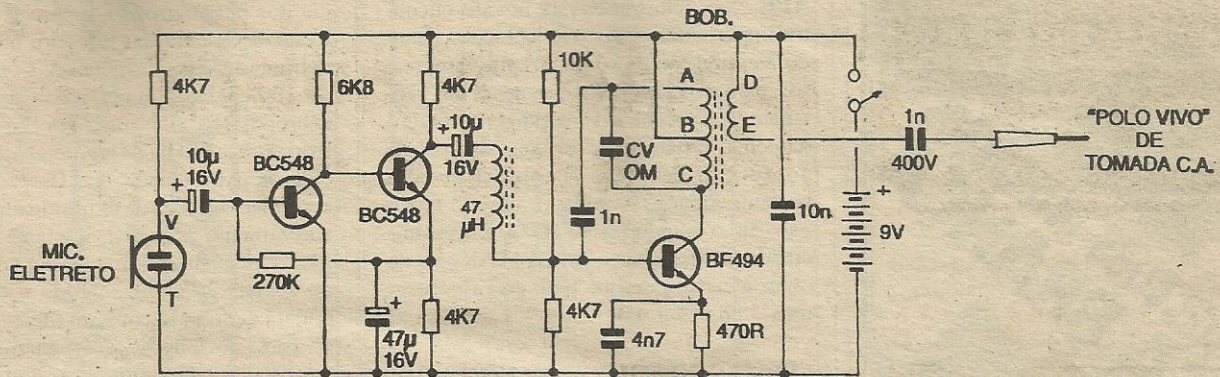

Fig. 1
- FIG. 1 - DIAGRAMA ESQUEMÁTICO DO CIRCUITO - Um sensível e pequeno microfone de eletreto (polarizado pelo resistor de 4K7, já que se trata de um modelo com dois terminais...) capta os sons ambientes e entrega os sinais elétricos correspondentes à transdução a um módulo pré-amplificador de ganho bastante elevado, formado pelos dois transistores BC548 e componentes anexos... O arranjo, além de ganho alto, mostra excelente fidelidade (para o que colabora a sensibilidade e fi-